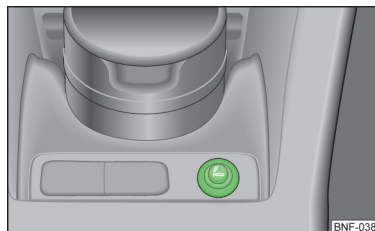

Fig. 55
- Pulse el botón del mechero del encendedor » fig. 55.